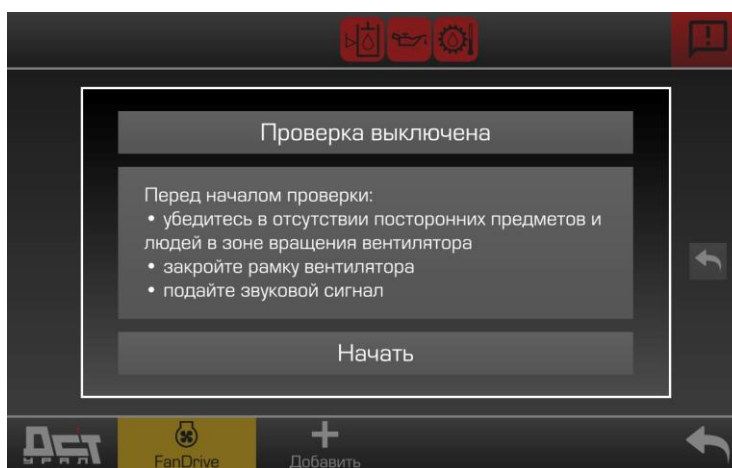

Рисунок 3.38. Предупредительное сообщение
- ▷ Появится предупредительное сообщение, см. рис. 3.38.
- ▶ Внимательно ознакомиться с предупредительным сообщением и подтвердить соблюдение указаний нажав кнопку «Начать», рис. 3.38.